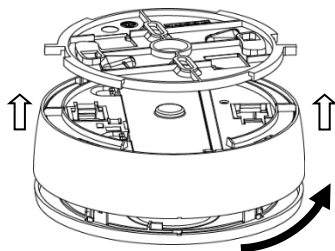

Figura 10
7. Conecte o detetor ao suporte de instalação e gire o detetor no sentido horário para fixar (*ver Figura 10*).